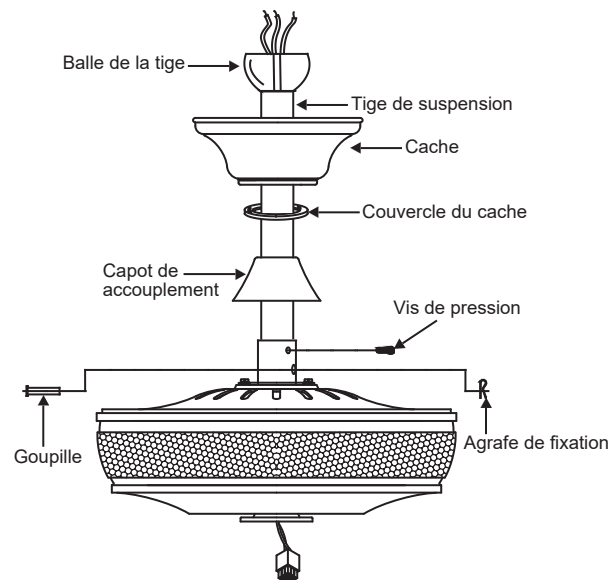

Fig. 9
Étape 8. Faites glisser le cache d'accouplement, l'anneau de sécurité, le couvercle du cache et le cache sur la tige de suspension. Visser la balle de suspension sur la broche de suspension, insérer la broche transversale par la tige de suspension et serrer. Serrer maintenant la vis de pression. (Fig. 9)